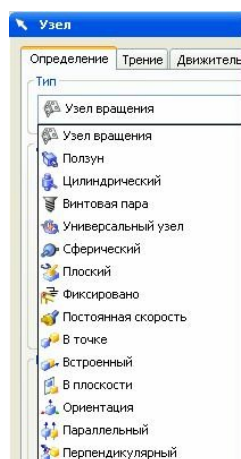

Рис.11
•Какие способы соединения деталей, какие *кинематические пары* присутствуют в системе NX? Все эти кинематические пары перечислены на рис. 11. Но нужно заметить, что самыми употребимыми кинематическими связями являются только первые восемь (включая связь **Фиксировано**).